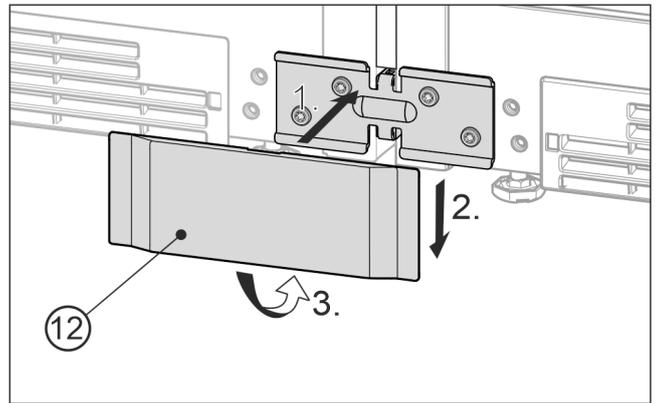

Fig. 28 Beispielhafte Darstellung
- ▶ Die untere Abdeckung Fig. 28 (12) von vorne auf den Winkel aufsetzen Fig. 28 (1), runterschieben Fig. 28 (2) und unten einrasten Fig. 28 (3).